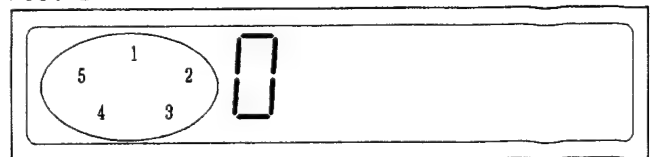

FIG. 3
- 1a Open/Close Taste drücken. Wenn rechter Pfeil auf Höhe der ersten Gehäuserippe, Netzstecker ziehen (Fig. 3).
- 1b Falls Open/Close nicht funktioniert, Gehäuseboden so weit nach unten biegen, bis die Zähne des Spindelgetriebes nicht mehr ineinandergreifen. Lade so weit herausziehen, bis rechter Pfeil auf Höhe der ersten Rippe ist (Fig. 3).
2. Linke Gehäusewand nach außen biegen, und links hinten beginnend, die Lade herausheben (Fig. 3).
K. AUSBAU DES NETZSCHALTERTEILS (508)
- *) Press the PLAY button to focus disc. Before focus is obtained the display will be as shown in Fig. 3. After focussing the display will be as shown in Fig. 4. The disc will start rotating and the tracking servo will remain open.
- *) Check display as shown in Fig. 3.